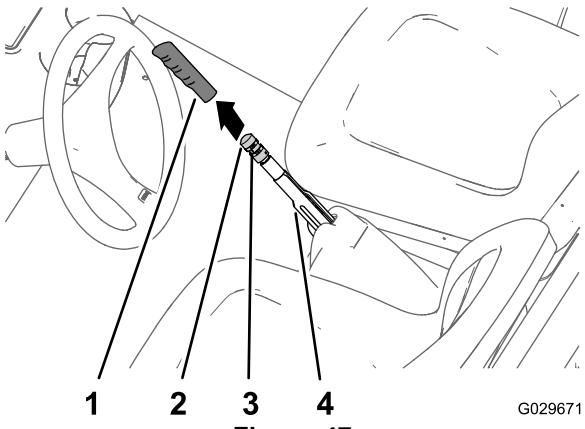

Figura 47
1. Togliete l'impugnatura dalla leva del freno di stazionamento (Figura 47).
2. Allentate la vite a pressione che fissa la manopola di regolazione del freno alla leva del freno di stazionamento (Figura 47).
3. Girate la manopola di regolazione del freno in modo che per azionare la leva del freno di stazionamento occorra una forza di 133–156 N m (Figura 47).
4. Serrate la vite a pressione e montate l'impugnatura (Figura 47).
1. Togliete l'impugnatura dal freno di stazionamento (Figura 47).
2. Allentate la vite a pressione (Figura 47) che fissa la manopola di regolazione del freno alla leva del freno di stazionamento, rilasciate il freno di stazionamento e allentate la manopola di regolazione del freno.
5. Girate la manopola di regolazione del freno (Figura 47) in modo che per azionare la leva del freno di stazionamento occorra una forza di 133–156 N m.
- C. Girate la manopola di regolazione del freno (Figura 47) in modo che per azionare la leva del freno di stazionamento occorra una forza di 133–156 N m.
- Serrate la vite a pressione e montate l'impugnatura (Figura 47).